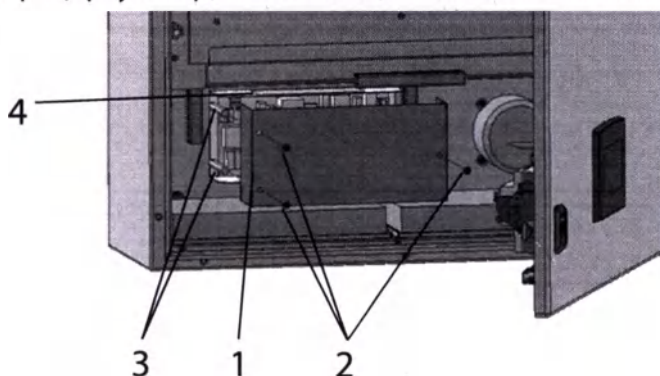

Рисунок 17.3 – Замена УПЛА:
3. Открутить гайки 2, снять со шпилек 3 защитную сетку для УПЛА 1 вместе с шайбами М4 (см. Рисунок 17.3).
5. Снять неисправный УПЛА 4 со шпилек 3 (см. Рисунок 17.3).
8. Установить защитную сетку для УПЛА 1, установить на шпильки 3 две шайбы М4 и закрутить гайки 2 (см. Рисунок 17.3).